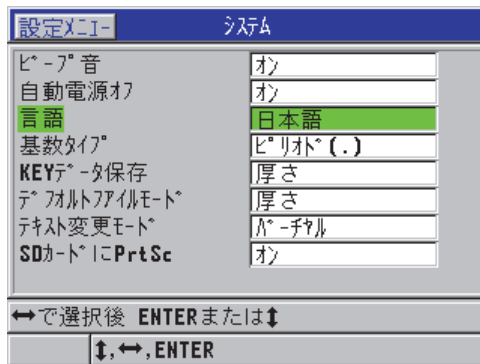

図 4-1 システム画面
2. システム画面で、次の操作を行います（54 ページの図 4-1 を参照）。